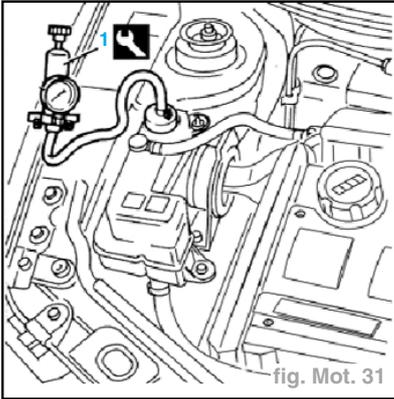

fig. Mot. 31
- Visser à la place le raccord (réf. **1-895-362-007**) et la pompe (réf. **1-895-377-002**) (1) (fig. Mot. 31).